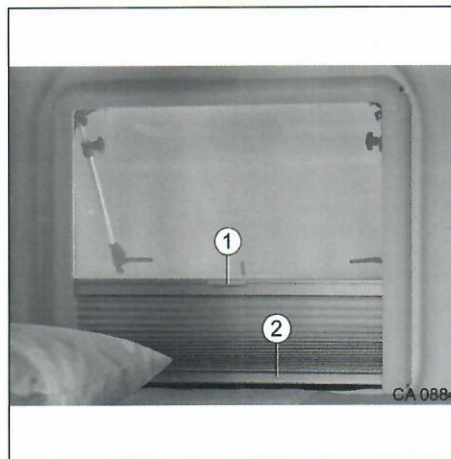

Abb. 8 Verdunklungs- und Insektenschutzrollo
- Verdunklungsrollo an Griffleiste (Abb. 8, Pos. 2) von oben nach unten ziehen.
- Verdunklungsrollo an Griffleiste (Abb. 8, Pos. 2) von unten nach oben schieben.
- Insektenschutzrollo an Griff (Abb. 8, Pos. 1) von oben nach unten ziehen.
- Insektenschutzrollo an Griff (Abb. 8, Pos. 1) von unten nach oben schieben.